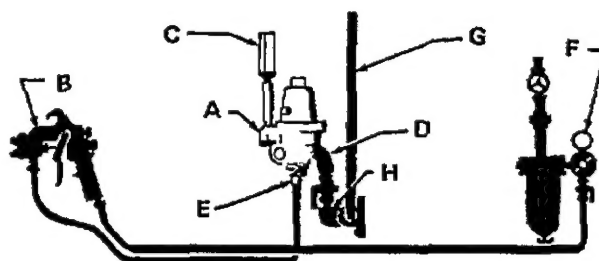

Fig 1
Raccorder un flexible produit entre la sortie du régulateur et le pistolet de pulvérisation. Raccorder un flexible d'air d'atomisation entre le pistolet de pulvérisation et le régulateur de pression d'air (F). Voir la Fig. 1.
Pour monter le régulateur sur la ligne d'alimentation en produit (G) d'un système de circulation, installer une sortie (H) disponible en accessoire (voir à la Fig. 1 et à la page 3). Il est nécessaire de prévoir une sortie (H) et un régulateur d'air (F) pour chaque pistolet de pulvérisation.